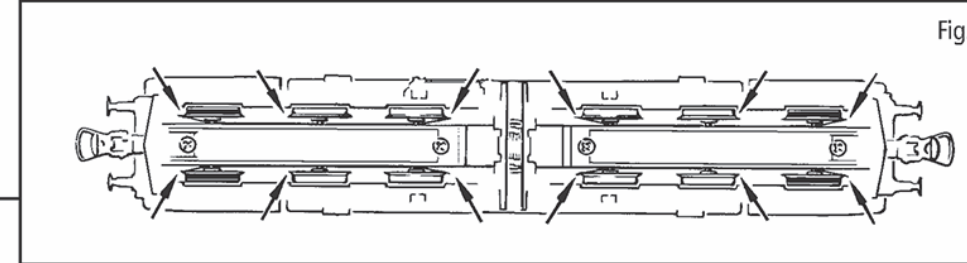

Fig. 7
2. Schmierung: Versehen Sie die im Schmierplan in Fig. 7 gekennzeichneten Stellen mit nur **kleinen Öltropfen**. Dazu zuerst das Lokgehäuse abnehmen (Fig. 3ca). Wir empfehlen den **ROCO Öler Art.-Nr. 10906**. Fürs Schmieren der Getriebeteile (Zahnräder, Schnecke) empfehlen wir das **ROCO-Spezialfett Art.-Nr. 10905**. Im Falle der Schmierung diese Teile **nicht ölen**.
2. Lubrication: Apply **tiny oil drops** to spots marked in fig. 7. Prior to lubrication dismantle locomotive (fig. 3ca). We recommend using item no. **10906, Roco oiler**. For lubrication the gearparts (e.g. cogwheels, worm) we should recommend our Roco **special grease** (item no. **10905**).
2. Graissage: N'appliquez **qu'une toute petite goutte** aux endroits indiqués par le plan de graissage (fig. 7) après avoir démonté la caisse de la locomotive (fig. 3ca). Nous vous recommandons **le graisseur à huile Roco réf. 10906**. Pour graisser les engrenages (roues dentées, vis sans fin) nous vous conseillons la **graisse spéciale Roco réf. 10905** pour engrenages en matières synthétiques. Lorsque vous utilisez cette graisse il faut éviter d'huiler ces composants.